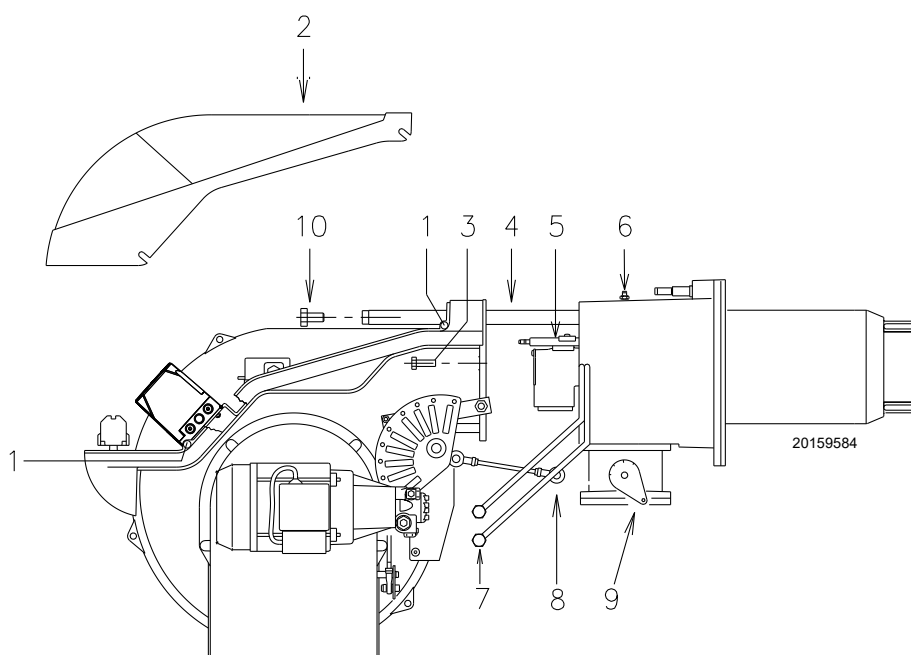

Fig. 46
- Aflojar los tornillos 1) y quitar la tapa 2)(Fig. 46).
- Desconectar los tubos del gasóleo 7)(Fig. 46).
- Quitar los tornillos 3) y hacer retroceder el quemador unos 100 mm sobre las guías 4)(Fig. 46).
Ahora es posible extraer la parte interna 5), después de haber retirado el tornillo 6)(Fig. 46).